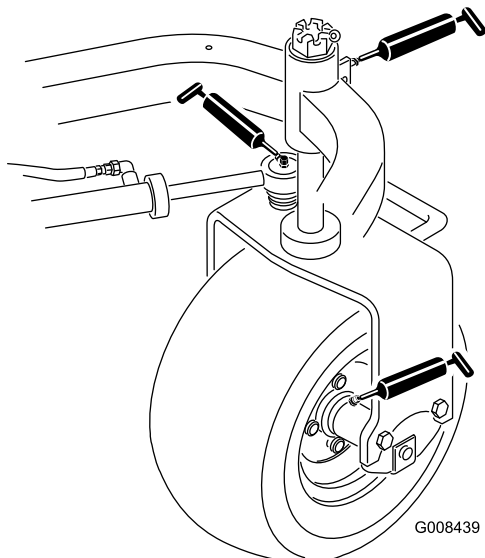

Рисунок 26
- Ступица заднего колеса (1) (Рисунок 26)
- Подшипник поворотного колеса (1) (Рисунок 26)
- Гидроцилиндр рулевого управления (2) (Рисунок 26)